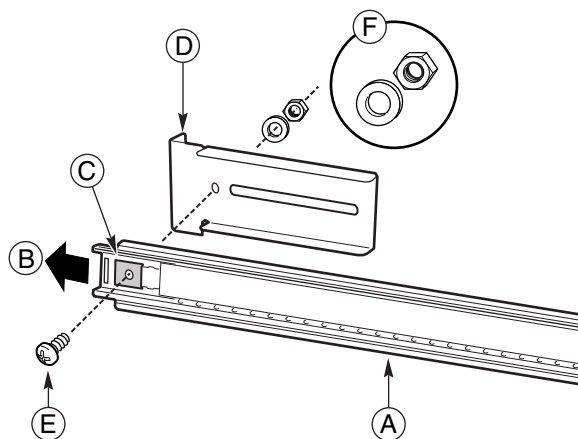

Figura 5 Alinhamento correto do parafuso, arruela, porca, suporte e conjunto deslizante (FL/RR)
2. Puxe a seção intermediária para fora da seção externa até que o orifício na extremidade frontal da seção externa fique visível através de um orifício retangular da seção intermediária. O item B na Figura 5 mostra o sentido no qual a seção intermediária deve ser estendida.
4. Insira um parafuso nos orifícios a partir do lado interno da seção intermediária e atarraxe com uma arruela e uma porca de fixação. O alinhamento correto do parafuso, arruela, porca de fixação, suporte e conjunto deslizante é mostrado na Figura 5.